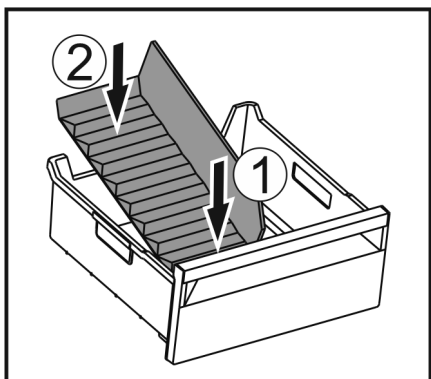

Fig. 71
- Vložte přední část přepážky přihrádky na led. Fig. 71 (1)
- Zadní část přepážky přihrádky na led spusťte až na dno zásuvky. Fig. 71 (2)